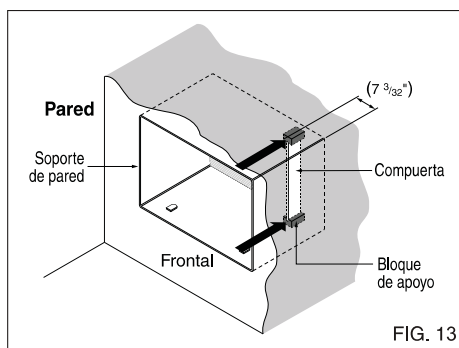

FIG. 13
- 6** Retire el envoltorio de los bloques de apoyo y acóplelos al interior del soporte de pared como muestra la FIG. 13. Deslice la compuerta en las ranuras de los bloques de apoyo.